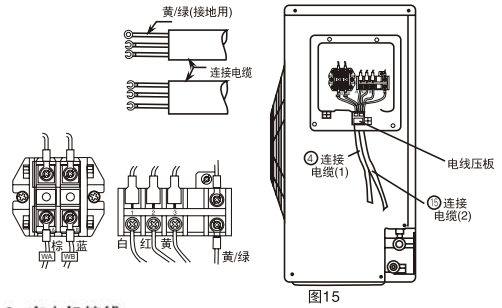

图15
- (1) 把连接电缆按电气接线图所示正确地牢固连接。(紧固力为0.8~1.5N·m)
(2) 用电线压板将连接电缆压住后，用螺钉紧固，按 图15安装。